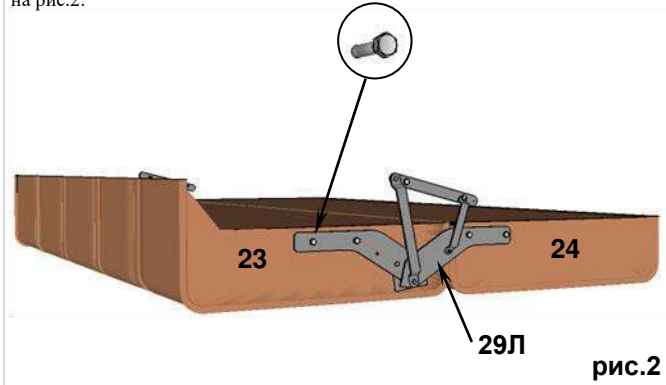

рис.2
5. С помощью гаечного ключа открутите крепежные болты со спинки(поз.24) и сиденья(поз.23) дивана. Соедините сиденье(поз.23) и спинку(поз.24) дивана с помощью механизма трансформации(29Л, 29П) на болты М6*25 как показано на рис.2.